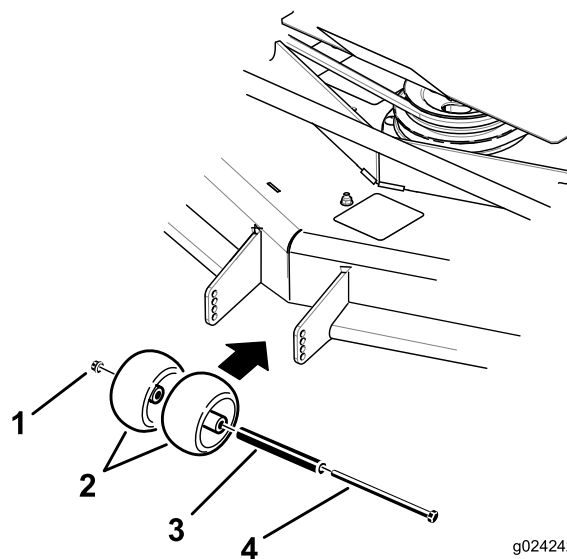
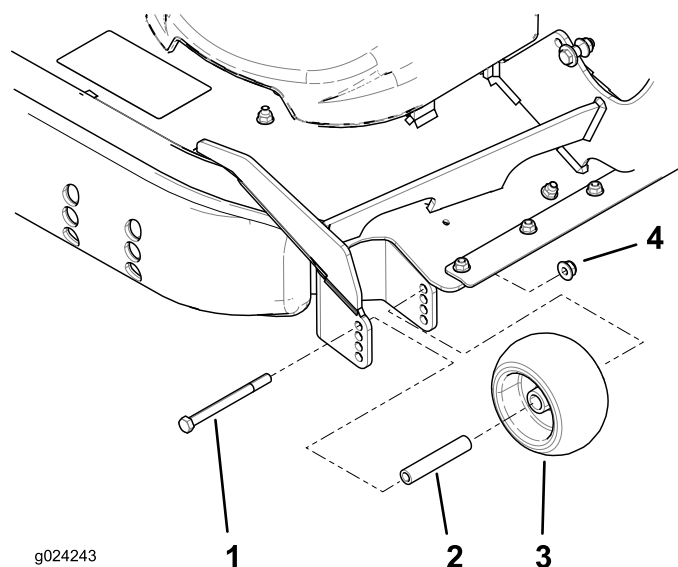

Figura 32
Figura 33
3. Regolate i rulli antistrappo come illustrato nella Figura 32 e nella Figura 33.